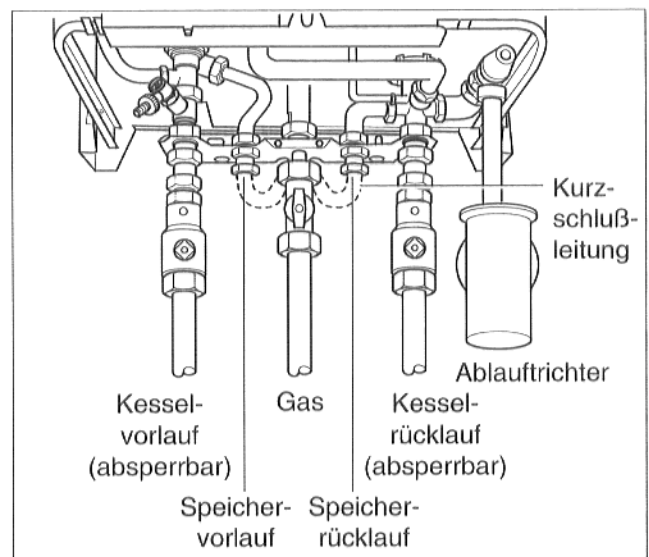

Abb. 1 Rohranschlüsse Überputzmontage
- Rohre spannungsfrei anschließen (Abb. 1 und 2).
- Kurzschlußleitung U-KS 11 (Zubehör) zwischen Speichervorlauf und Speicherrücklauf installieren (Abb. 1 und 2).
- Rohr spannungsfrei anschließen (Abb. 1 und 2).